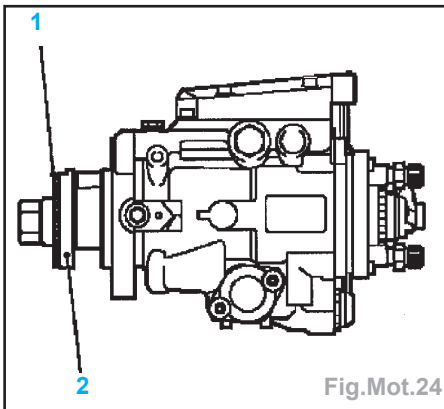

Fig.Mot.24
Impératif : il peut être monté une rondelle d'écartement (1) sur la bride de la pompe d'injection (2) pour régler la cote axiale. Cette rondelle d'écartement est attribuée à la pompe d'injection correspondante et ne doit pas être enlevée de la bride de la pompe d'injection. Lors du montage d'une pompe d'injection neuve, celle-ci est livrée avec la cote axiale déjà réglée, donc avec ou sans rondelle d'écartement (1) (Fig.Mot.24).